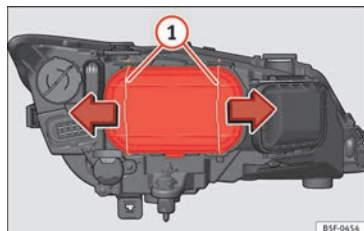

Fig. 205 Luz de cruce.
- Desplace los tirantes » fig. 205 ① en el sentido de la flecha y saque la tapa.